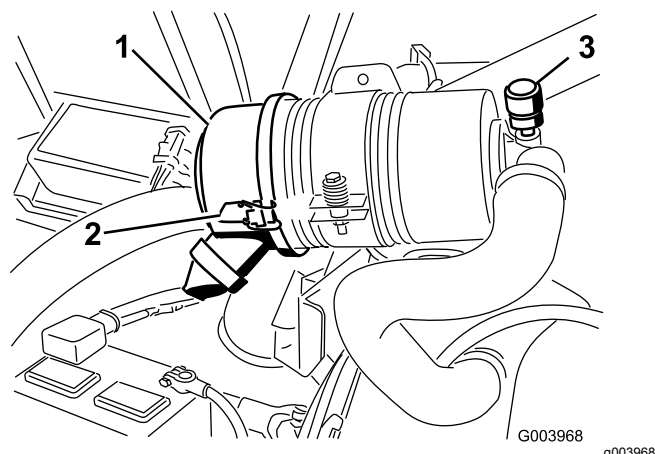

图46
仅在维护指示器图46要求时维护空气滤清器滤芯。在必须更换之前更换空气滤清器只会增加灰尘在滤清器拆下时进入发动机的几率。
1. 松开将空气滤清器盖固定到空气滤清器壳体上的搭扣图46。